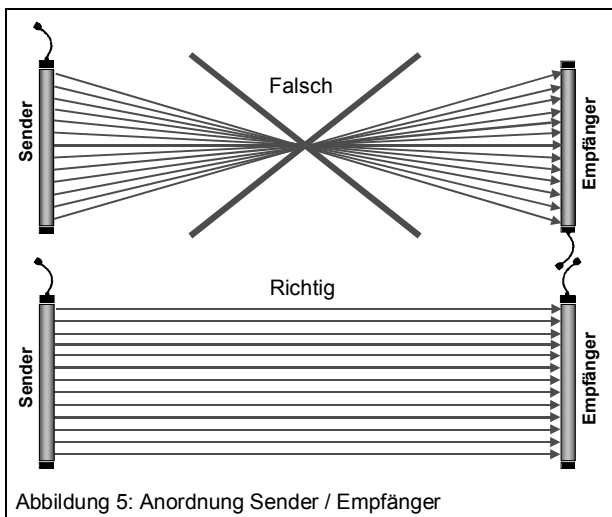

Abbildung 5: Anordnung Sender / Empfänger
- ☑ die Sender- zur Empfängerleiste nicht 180° verdreht montiert wird. Das heisst, die Anschlusskabel der Optoleisten **müssen** nach oben weggeführt werden (Abbildung 5).